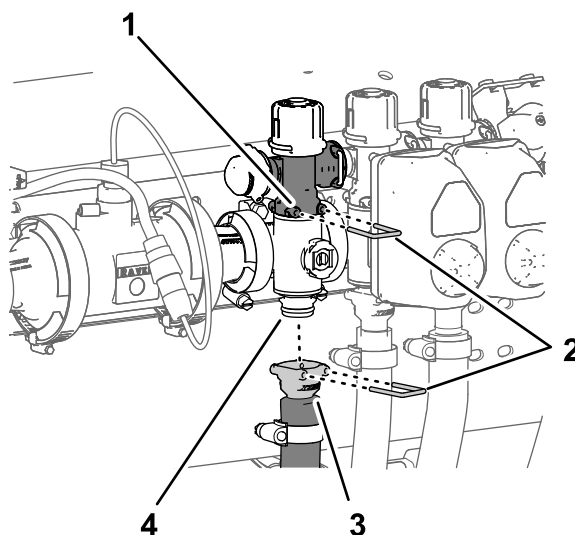

Figura 108
2. Retire la grapa que sujeta el acoplamiento rápido de la manguera de alimentación al distribuidor del acoplamiento rápido del distribuidor de sección (Figura 108).
1. Retire la grapa que sujeta el acoplamiento rápido de la válvula de desvío de sección al distribuidor de sección (Figura 108).